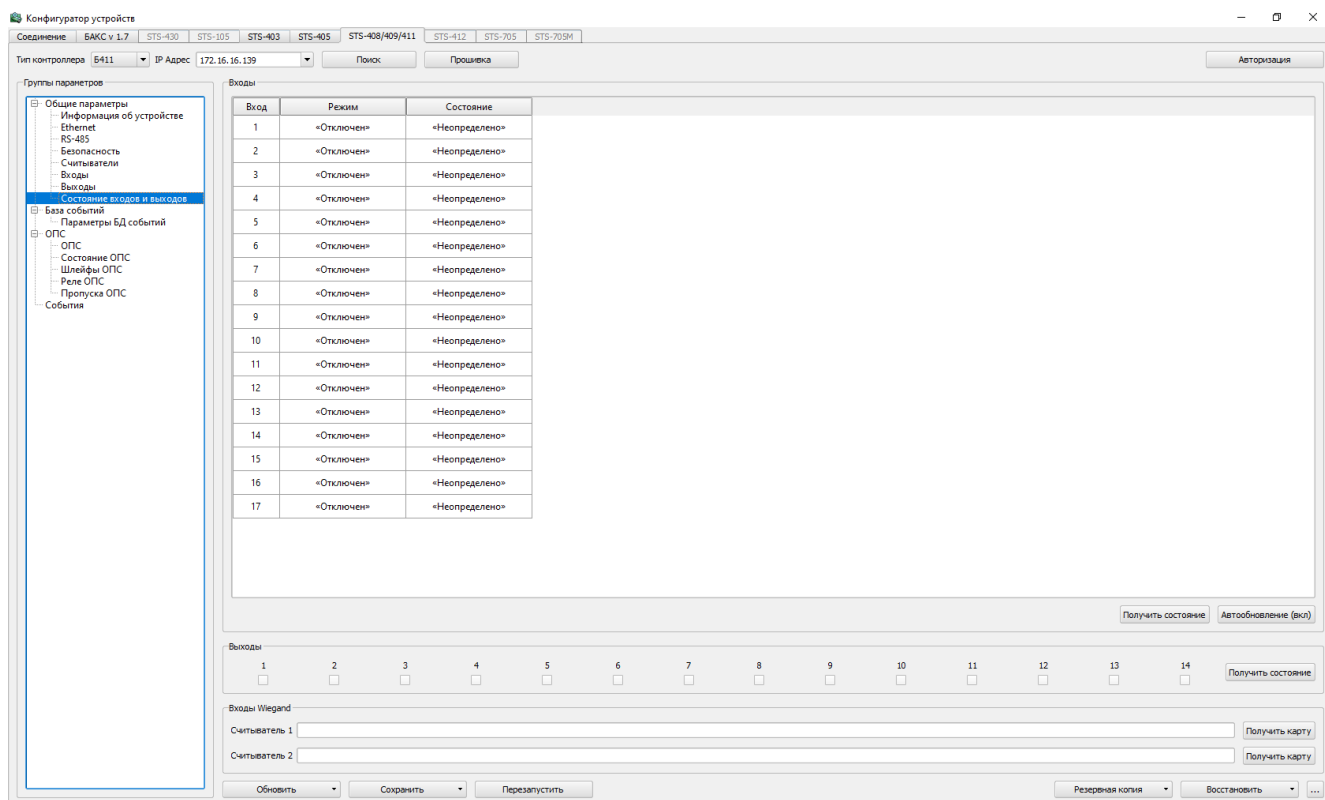

Рисунок 22 – Состояние входов и выходов
- Состояние входов и выходов – здесь отображается режим каждого входа и его состояние (рисунок 22).